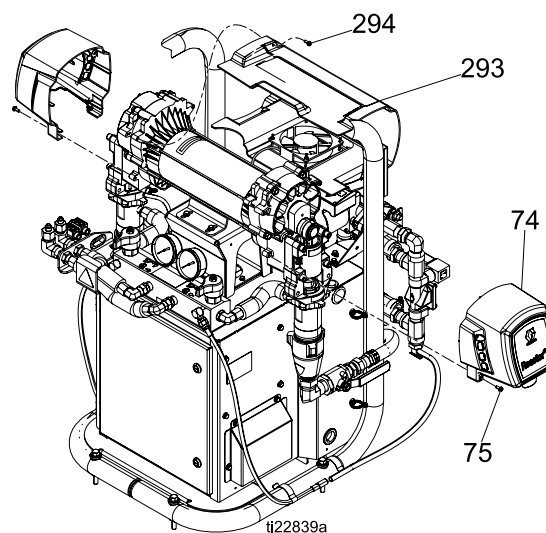

Figure 12
13. Retirez les vis (294) et le capot moteur (293), voir la Fig. 12.